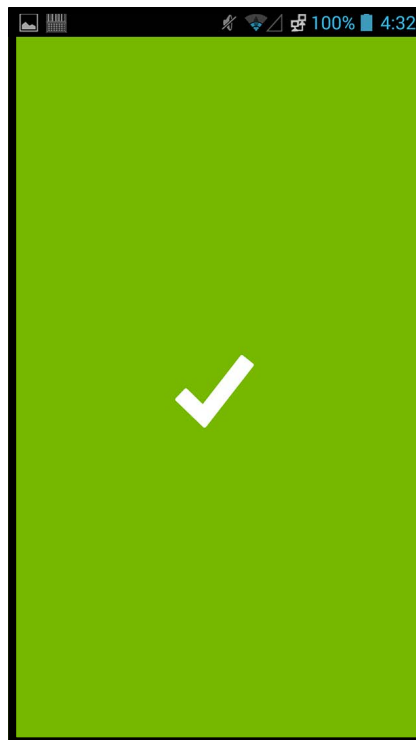
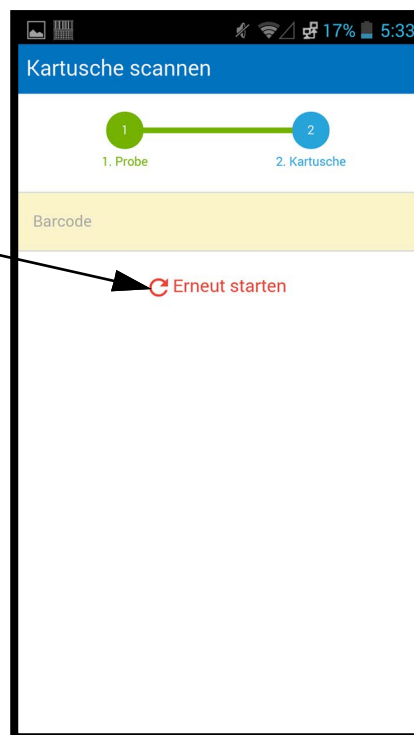

Abbildung 5-103. Scanner-Erfolgsschirm (weißes Häkchen auf grünem Grund) von Cepheid Link
Abbildung 5-106. Bildschirm „Kartusche einscannen“ von Cepheid Link
- 2) Wenn eine Anforderung gefunden wird, erscheint kurz der Erfolgsbildschirm (weißes Häkchen auf grünem Grund; vgl. Abbildung 5-103). Anschließend wird der Bildschirm „Kartusche einscannen“ angezeigt. Vgl. Abbildung 5-106.
- 4) Wenn eine Anforderung gefunden wird, erscheint kurz der Erfolgsbildschirm (weißes Häkchen auf grünem Grund; vgl. Abbildung 5-103). Anschließend wird der Bildschirm „Kartusche einscannen“ angezeigt. Vgl. Abbildung 5-106.
Wenn die Kartusche erfolgreich der Probe zugeordnet wurde, wird ganz kurz der Erfolgsbildschirm (weißes Häkchen auf grünem Grund) angezeigt (vgl. Abbildung 5-103).
- Wenn das Aliquot erfolgreich eingescannt wurde, wird ganz kurz der Erfolgsbildschirm (weißes Häkchen auf grünem Grund) angezeigt (vgl. Abbildung 5-103).